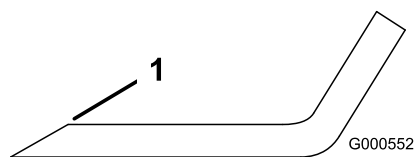

Figure 118
1. Au moyen d'une lime, aiguissez les tranchants aux deux extrémités de la lame (Figure 118).
Remarque: Si la lame est déséquilibrée, limez un peu l'extrémité de l'ailette seulement (Figure 118).